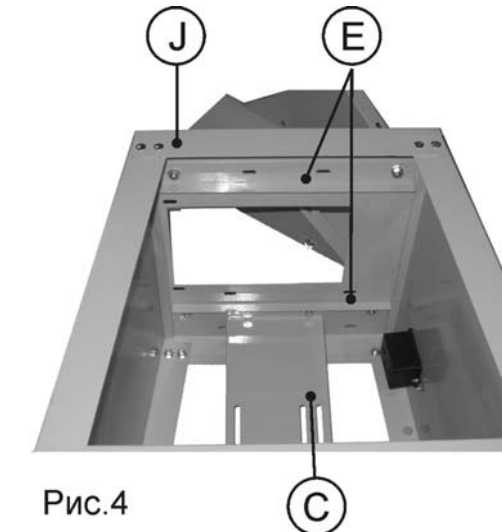

Рис.4
8.1.4. Закрепить к верхней плите (J) два верхних уголка (E) при помощи болтов с квадратными подголовками шайб и гаек Рис. 4.
8.1.6. Установить плиту узла двигателя (C) при помощи болтов с квадратными подголовками шайб и гаек Рис. 4.